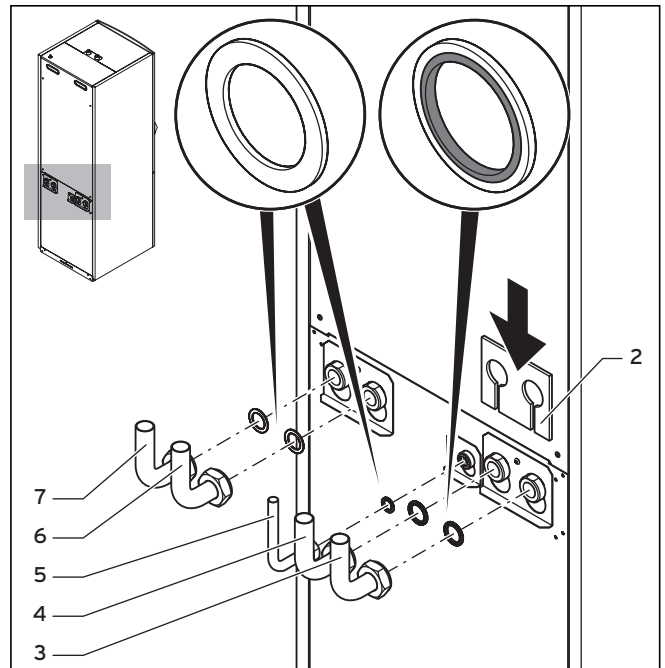

Abb. 5.4 Anschlusswinkel montieren
Falls an den Anschlüssen des Solekreises/Brunnenwasserkreises (→ **Abb. 5.4, Pos. 3 und 4**) nicht die Dichtungen mit Metallstützring verwendet werden, kann es zu Undichtigkeiten kommen!
- Die Rohrinstallation und die Verwendung der Dichtungen muss gemäß → **Abb. 5.4** erfolgen.
Legende zu Abb. 5.4
- Schließen Sie die Vorlaufleitung an (→ **Abb. 5.4, Pos. 7**).
- Schließen Sie die Rücklaufleitung an (→ **Abb. 5.4, Pos. 6**).
- Schließen Sie das Ausdehnungsgefäß des Heizkreises an (→ **Abb. 5.4, Pos. 5**).
- Schließen Sie die Soleleitungen an die Wärmepumpe an (→ **Abb. 5.4, Pos. 3 und 4**).
- Montieren Sie die zur Wärmedämmung des Anschlussblechs vorgesehene Isoliermatte (→ **Abb. 5.4, Pos. 2**).